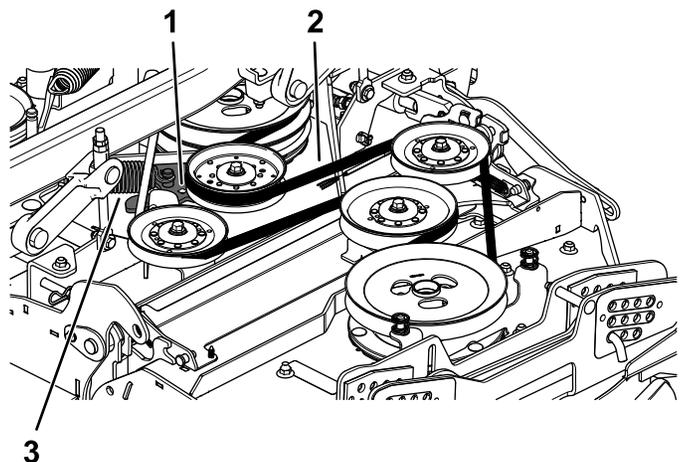

Рисунок 59
7. Вставив ключ с храповым механизмом в квадратное отверстие в рычаге натяжного ролика, передвиньте рычаг натяжного ролика назад, чтобы снять натяжение пружины натяжного ролика (Рисунок 59).
8. Снимите ремень со шкивов деки газонокосилки (Рисунок 59).